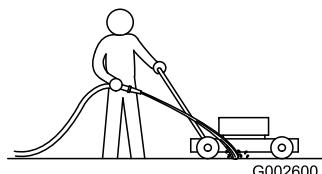

Bild 44
- Lassen Sie den Motor auf einer flachen, befestigten Oberfläche laufen und sprühen Sie Wasser vor das rechte, hintere Rad (Bild 44).